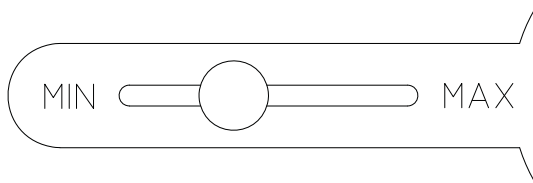

fig. 6
- Zur Einstellung der Umgebungstemperatur auf einen bestimmten Wert (Thermostateinstellung) positionieren Sie den Bezug "A" (Abb.1) innerhalb der Gradskala (Abb. 6). Wenn die Raumtemperatur gleich oder höher als der Einstellwert ist, stoppt das Gerät. Wenn die Umgebungstemperatur unter der Einstelltemperatur liegt, arbeitet das Gerät bei der eingestellten Leistung.
- *Para regular la temperatura ambiente a un valor determinado (termostatación), ponga la referencia "A" (fig.1) dentro de la escala graduada (fig. 6). Si la temperatura ambiente es igual o superior a la temperatura regulada, el aparato se detiene. Si la temperatura ambiente es inferior a la temperatura regulada, el aparato funcionará a la potencia seleccionada.*